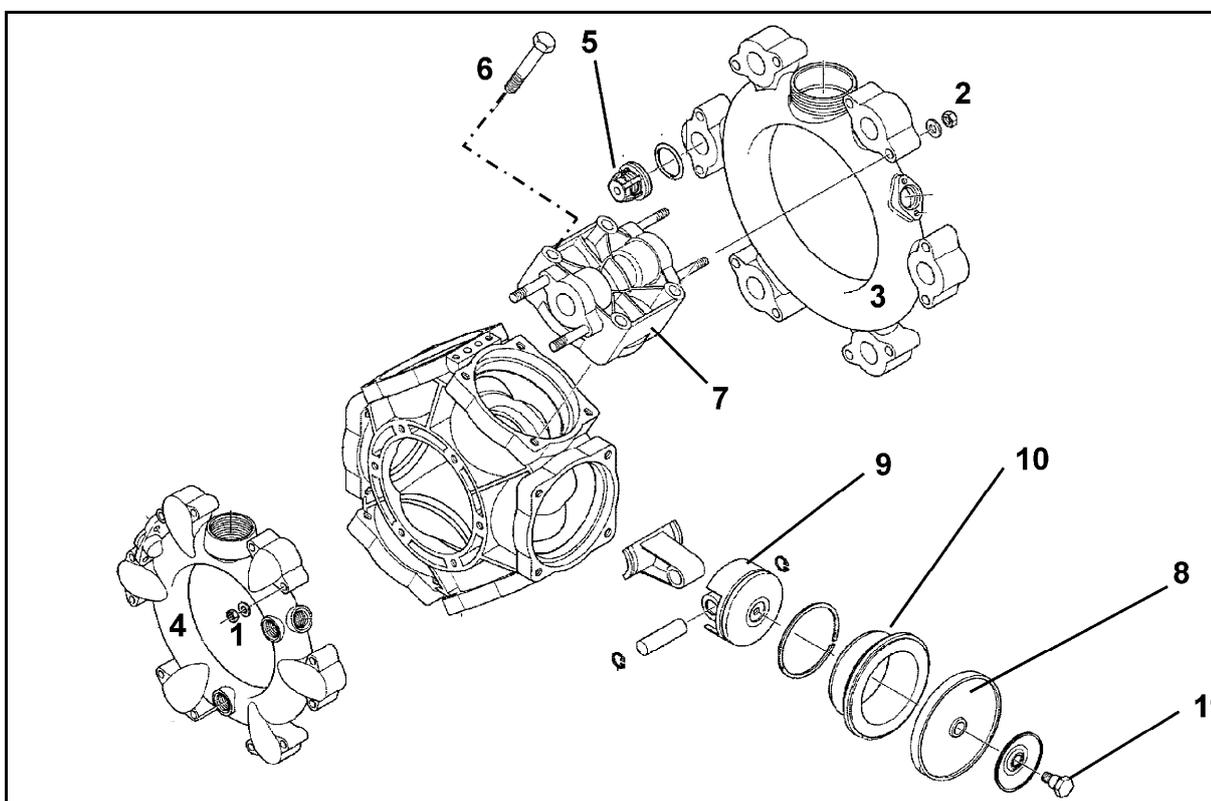

Fig. 176
- Überprüfen Sie die Kolbenmembrane (Fig. 176/1) mindestens einmal jährlich durch Demontage auf ihren einwandfreien Zustand.
- Achten Sie auf die jeweilige Einbaulage der saug- und druckseitigen Ventile, bevor Sie die Ventilgruppen (Fig. 176/5) herausnehmen.
- Tauschen Sie grundsätzlich alle Kolbenmembrane (Fig. 176/6) aus, auch wenn nur eine Kolbenmembrane gequollen, gebrochen oder porös ist.
2. Muttern (Fig. 176/1) entfernen.
3. Saug- und Druckkanal (Fig. 176/3 und Fig. 176/4) abnehmen.
4. Ventilgruppen (Fig. 176/5) herausnehmen.
5. Entfernen Sie die Muttern (Fig. 176/6).
6. Nehmen Sie den Zylinderkopf (Fig. 176/7) ab.
7. Überprüfen Sie die Kolbenmembrane (Fig. 176/8).
8. Tauschen Sie schadhafte Kolbenmembrane (Fig. 176/8) aus.
- Befestigen Sie die Kolbenmembrane (Fig. 176/8) derart mit Haltescheibe und Schraube (Fig. 176/11) am Kolben (Fig. 176/9), dass der Rand zur Zylinderkopfseite (Fig. 176/7) weist.
- Die Muttern (Fig. 176/1,2) unbedingt kreuzweise mit dem angegebenen Drehmoment anziehen. Unsachgemäßes Anziehen der Schrauben führt zu Verspannungen und somit zur Undichtigkeit.
1. Schraube (Fig. 176/11) lösen und Kolbenmembrane (Fig. 176/8) zusammen mit der Haltescheibe vom Kolben (Fig. 176/9) abnehmen.
3. Nehmen Sie den Zylinder (Fig. 176/10) aus dem Pumpengehäuse heraus.
6. Setzen Sie den Zylinder (Fig. 176/10) wieder in das Pumpengehäuse ein.
7. Kolbenmembrane (Fig. 176/8) montieren.
8. Zylinderkopf (Fig. 176/7) an Pumpengehäuse anflanschen und Schrauben (Fig. 176/6) gleichmäßig über Kreuz anziehen.
9. Ventilgruppen (Fig. 176/5) nach Prüfung und Reinigung montieren.
11. Saug- (Fig. 176/3) und Druckkanal (Fig. 176/4) an das Pumpengehäuse anflanschen.
12. Ziehen Sie die Muttern (Fig. 176/1,2) kreuzweise mit einem Drehmoment von **11 Nm** an.